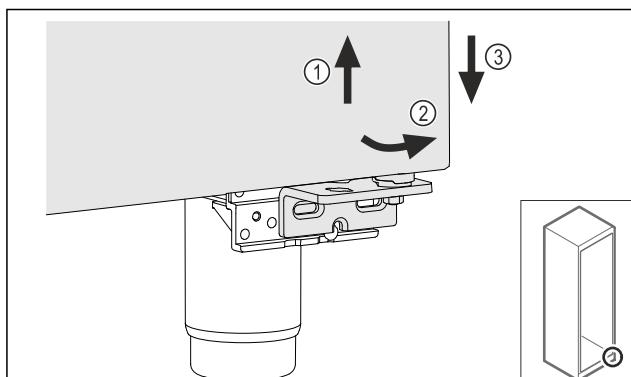

Fig. 21
- Трохи підніміть двері Fig. 21 (1), нахиліть їх знизу вперед Fig. 21 (2) та опустіть Fig. 21 (3).